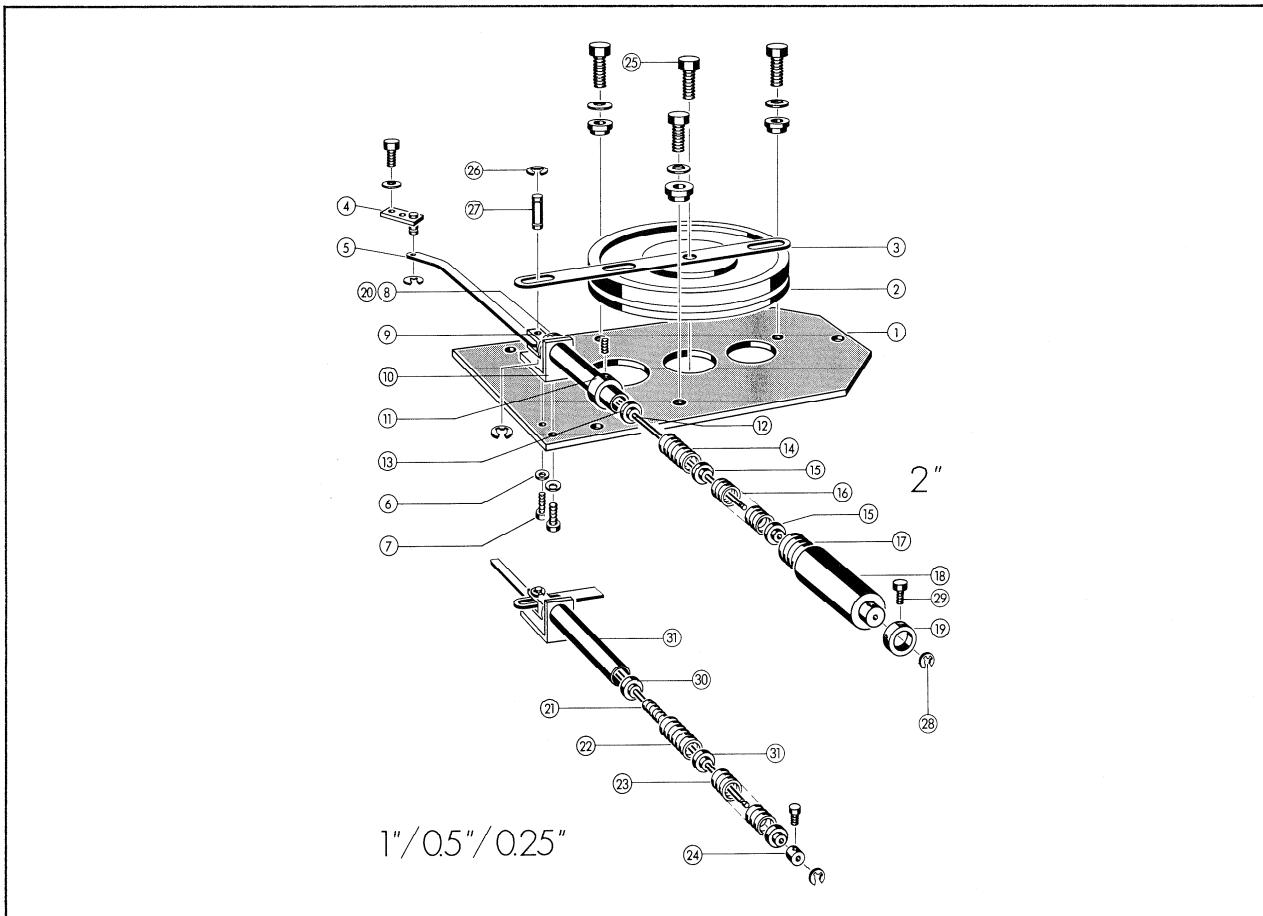

Fig. 2
3. Bandzugfedereinheit nach Lösen der beiden Schrauben ⑦ (Fig. 2) und der Schraube ②⁵ entfernen.
3. Remove spring-assembly after loosening the 2 screws ⑦ (fig. 2) and the screw ②⁵ .
Umbau der 2" Bandzugfeder: (siehe Fig. 2)
Conversion of the 2" tape tension spring (see fig. 2)
1. Bandzugfeder mit den Schrauben (7) auf neue Platte montieren. Fig. 2
2. Seegerring (26) (Fig. 2) entfernen und Achse (27) zurückziehen, bis sich der Hebel (3) herausziehen lässt.
1. Attach the spring-assembly with screws (7) to the new dashpot plate. Fig. 2.
2. Remove circlip (26) (Fig. 2). Pull back pin (27) just far enough to be able to remove the lever (3).